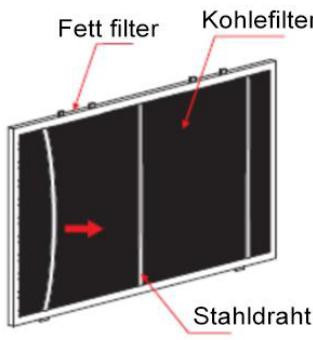

Bild 1
2. Entfernen Sie den Stahldraht mit der richtigen Stärke, wie in Bild 1 gezeigt.